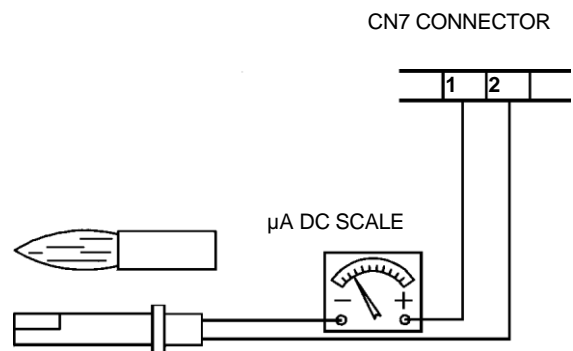

Fig. 56
- Überprüfen und reinigen Sie den Fotowiderstand der Flammenerkennung gründlich und tauschen Sie ihn bei Bedarf aus. Im Zweifelsfall den Erkennungsstrom nach dem ersten Starten des Brenners wie in Abb. 56 dargestellt überprüfen.
Zur Messung des Erfassungsstroms siehe das Diagramm in Abb. 56. Wenn das Signal nicht dem vorgeschlagenen Wert entspricht, überprüfen Sie die elektrische Klemme, die Reinigung des Verbrennungskopfes und die Position der Fotozelle; tauschen Sie sie gegebenenfalls aus..